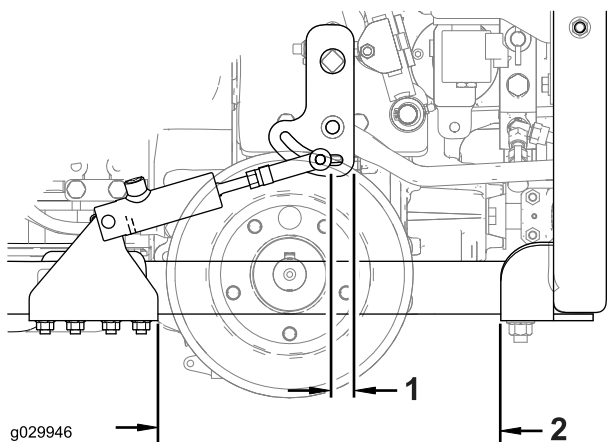

Figura 10
6. Extienda completamente el cilindro y ajuste el soporte del cilindro según las dimensiones indicadas en Figura 10.